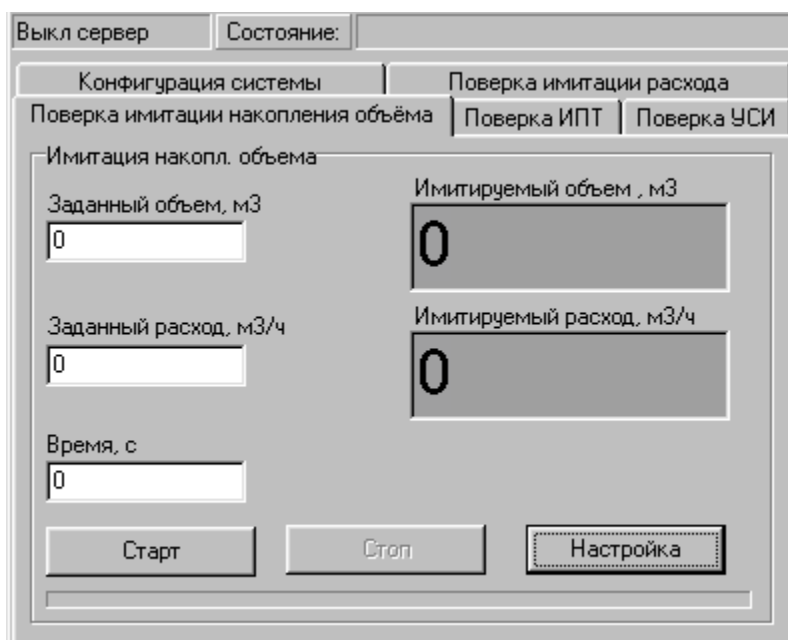

Рис. 53. Вид вкладки «Поверка имитации накопления объема».
5.7.4.1.3. Для определения относительной погрешности набора объема активизируется вкладка **Поверка имитации накопления объема** (рис.53).